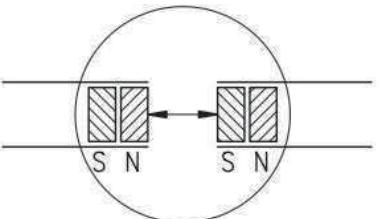

图 9: 极位的确定, 连接磁条
- 将两部分连接前，检查极性。两端必须相互吸引（如有必要，使用罗盘针）。若两端有同样的极性，用半极分割缩短一端（图 9）。